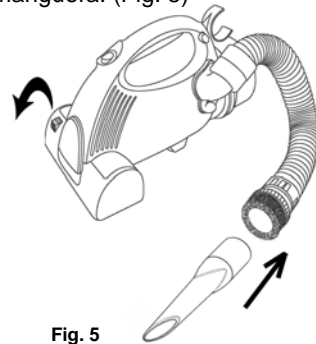

Fig. 5
4. Para usar la manguera flexible con la boquilla para rendijas, cerciorarse que la manguera esté en posición de guardada e insertar la boquilla para rendijas, en la boca de la manguera. (Fig. 5)